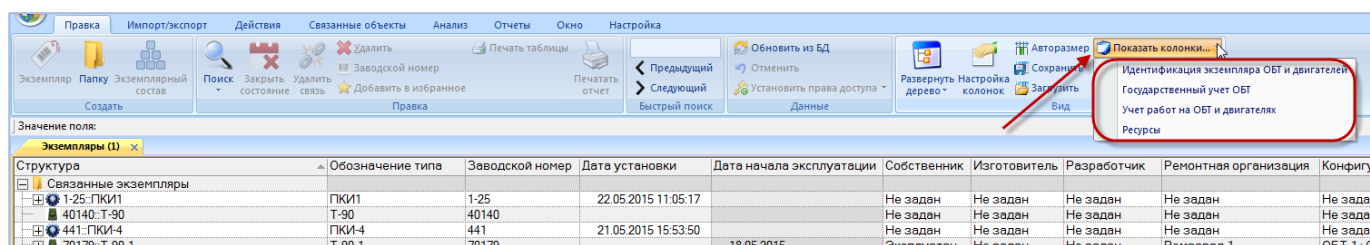

Рис. 20-2 – Список предустановленных наборов колонок для отображения в таблице
- 2) Выбрать функциональную вкладку «Правка», затем на панели «Вид» нажать кнопку «Показать колонки...» (рис. 20-2).